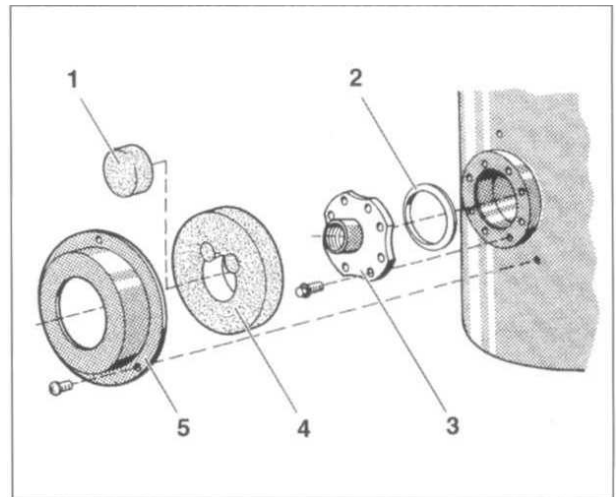

Рис. 1 Монтаж крышки смотрового люка
- Установить уплотнение (Рис. 1, поз. 2) перед крышкой смотрового люка с резьбовой муфтой (Рис. 1, поз. 3), установить крышку смотрового люка таким образом, чтобы резьбовая муфта смотрела по диагонали вверх.